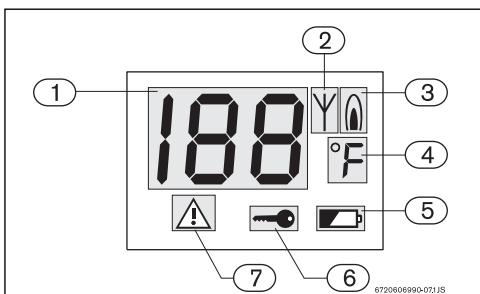

Fig. 22 LCD multifonctionnel
Ce dispositif a un système de messages d'erreur. Toutes les erreurs générées par le chauffe-eau seront présentées par un code d'erreur dans l'écran (Fig. 22, [pos. 1]) et par un symbole qui indique un "dispositif de sécurité" (Fig. 22, [pos. 7]). La télécommande ne fonctionnera qu'après avoir été appuyé la touche de réinitialisation dans le chauffe-eau et seulement après avoir été résolu l'erreur. Pour identifier le type d'erreur
Quand les batteries sont faibles, le symbole de batterie faible (Fig. 22, [pos. 5]) est présenté dans l'écran.